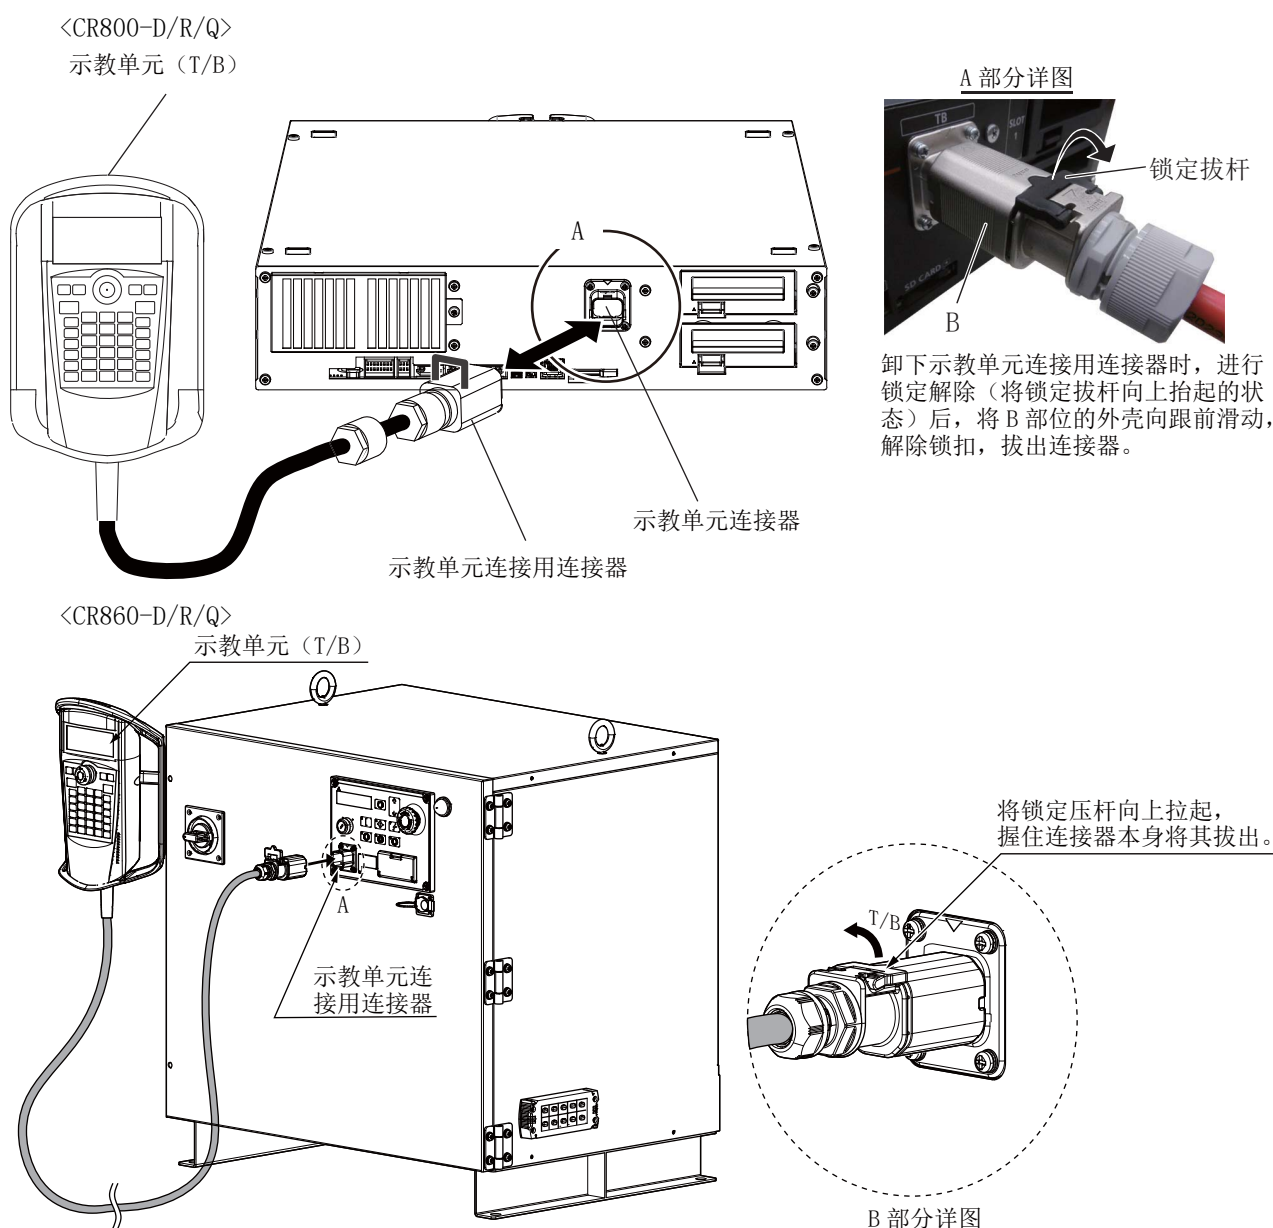

图 2-2: 示教单元的拆装
- 2) 图 2-2 参照，将示教单元的连接器连接到控制器的 TB 连接器。
- 2) 图 2-2 参照，将连接器上部的锁定压杆向上拉起，握住连接器本身将其拔出。
- 2) 1) 应在 5 秒以内拔出示教单元连接器。图 2-2 参照，将连接器上部的锁定压杆向上拉起，握住连接器本身将其拔出。